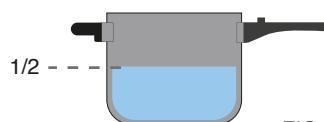

FIG. 2
2. Cuando prepare alimentos que se expanden durante el proceso de cocción, como el arroz, cereales o alimentos deshidratados, no llene o sobrepase la marca de nivel 1/2 grabada en el interior del cuerpo (11) de la olla (FIG. 2). Si excede los niveles de llenado de la olla, los dispositivos de seguridad podrían deteriorarse, aumentando el riesgo de sufrir quemaduras.